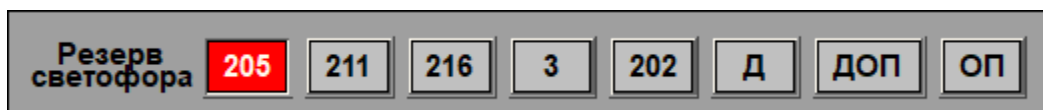

Рис. 3.19 Переключение резервного комплекта управления светофором
4. Выбранная кнопка окрасится в красный цвет (Рис. 3.19).